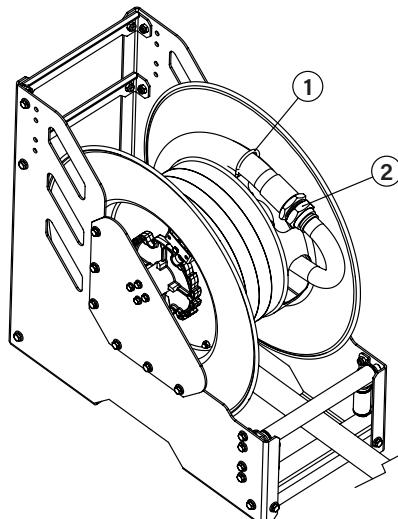

Fig. 5
2. Conecte la nueva manguera al cuello de ganso (2) coloque el abarcón (1) (Fig. 5) de modo que sujeté a la manguera contra el tambor firmemente y comience a recoger la manguera girando el tambor manualmente.
2. Retire el abarcón (1) aflojando sus tuercas y desconecte la manguera del cuello de ganso (2) (Fig. 5).